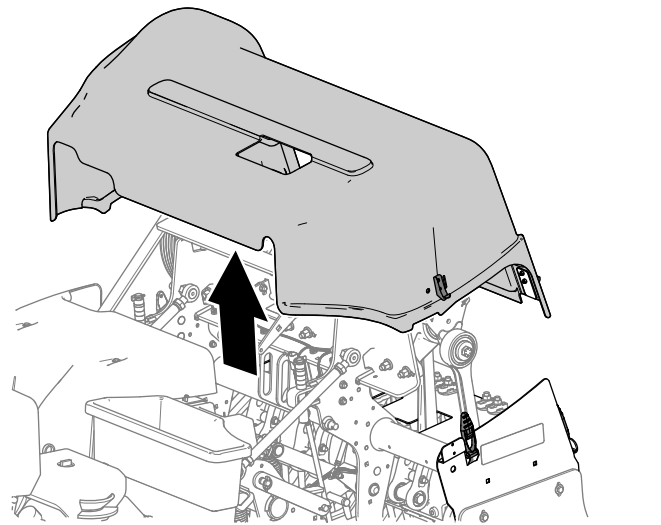

Bild 140
5. Heben Sie die Abdeckung des Aerifizierkopfs von der Maschine ab (**Bild 140**).